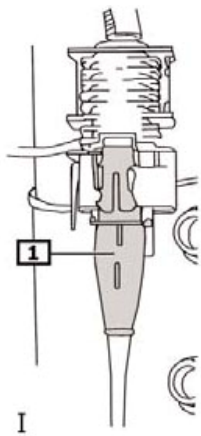

Fig. 2:
- **Fig. 2** Fahrzeuge ohne Bremsbelagverschleißanzeige: Steckverbindung (1) trennen.
- **Fig. 2** Vehicle without brake lining wear indicator: Disconnect plug (1).
- **Fig. 2** Véhicules sans affichage de l'usure des plaquettes de frein : débrancher le connecteur (1).
- **Fig. 2** Vehículos sin indicación de desgaste del forro del freno: retirar el conector (1).